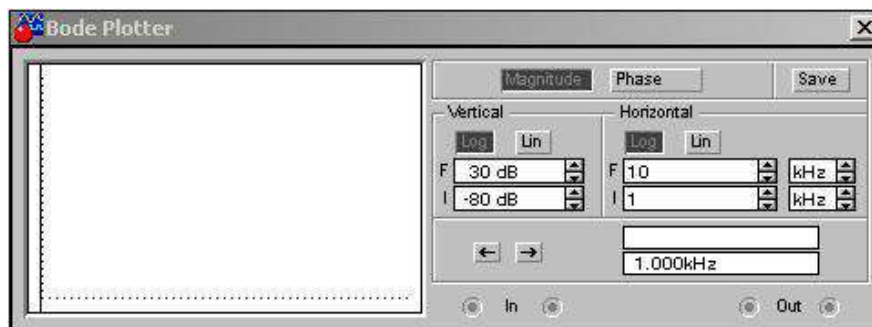

Рисунок 3.3. Лицевая панель измерителя АЧХ и ФЧХ.
- Установить режим работы измерителя АЧХ и ФЧХ (Bode Plotter) в соответствии с рис. 3.3.